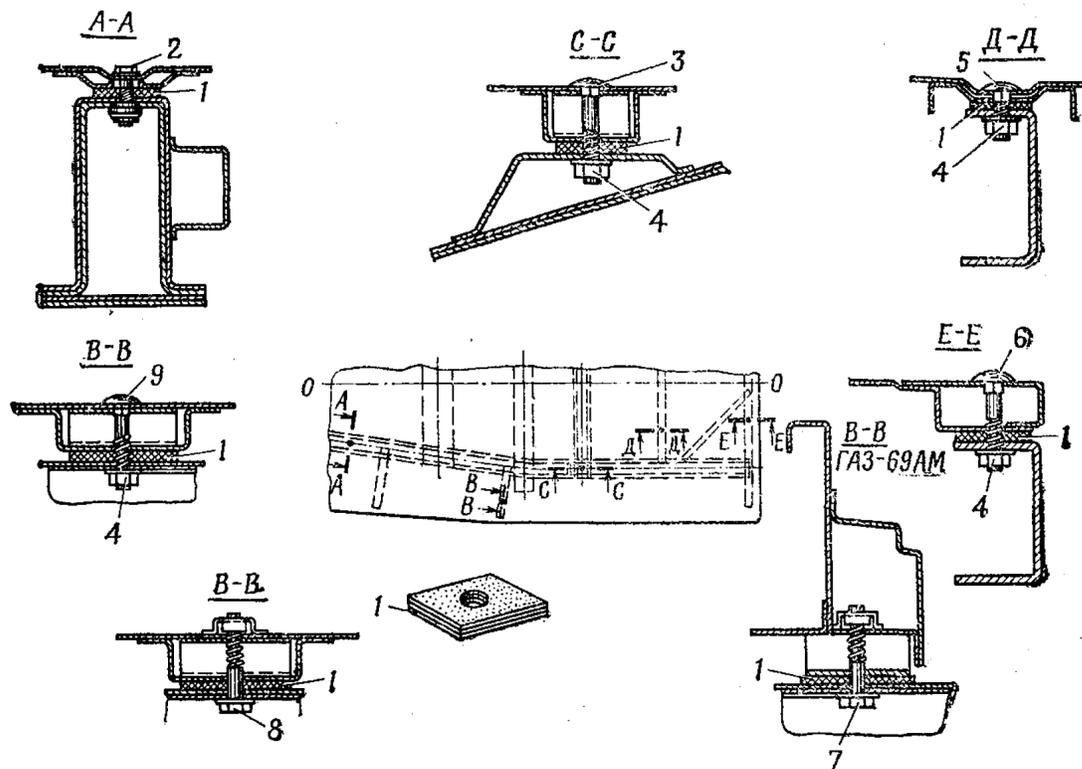

Рис. 51. Крепление кузова автомобиля:
53. Вывернуть болты 2 (рис. 51) с шайбами крепления кузова к лонжеронам рамы в передней части	Ключ торцовый; сменная головка 14